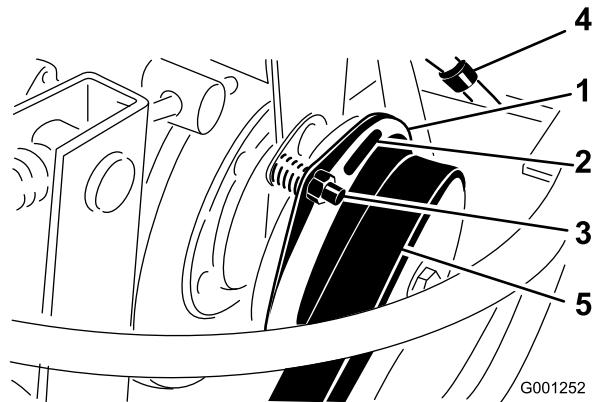

Figura 95
6. Regolate il traferro in modo da inserire, forzandolo leggermente, uno spessimetro di 0,38 mm tra il rivestimento interno della frizione e la piastra della frizione (Figura 95).
Nota: Per ridurre il traferro girate il dado di regolazione in senso antiorario (Figura 95). Il massimo traferro di servizio è di 0,76 mm. Regolate i 3 traferri.